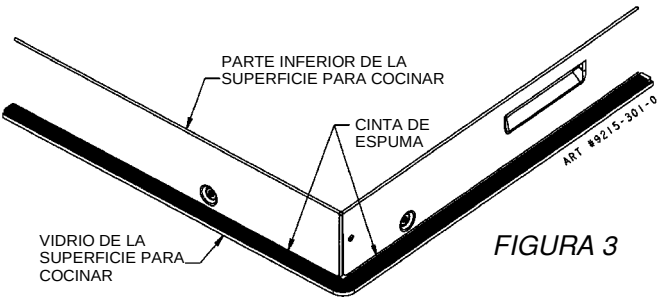

FIGURA 3
4. Opcional - Instalación con cinta de espuma aislante: vea la ilustración de la figura 3. Aplique la cinta de espuma a la superficie para cocinar según se muestra en la figura 3 si la superficie del mostrador no está plana.